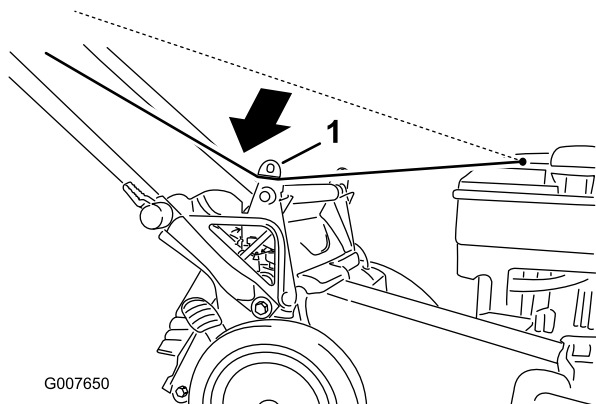

Figura 25
1. Avvolgete il cavo di avviamento attorno al guidacavo inferiore (Figura 25).